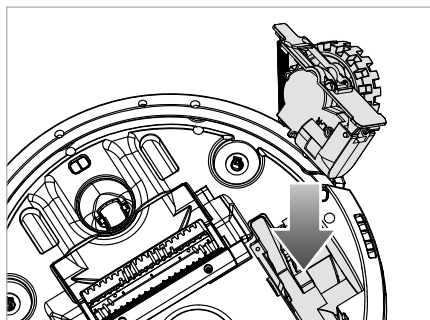

Fig. 23
- 4) Remplacez la roue 20/34 dans le compartiment de roue (voir fig. 23).